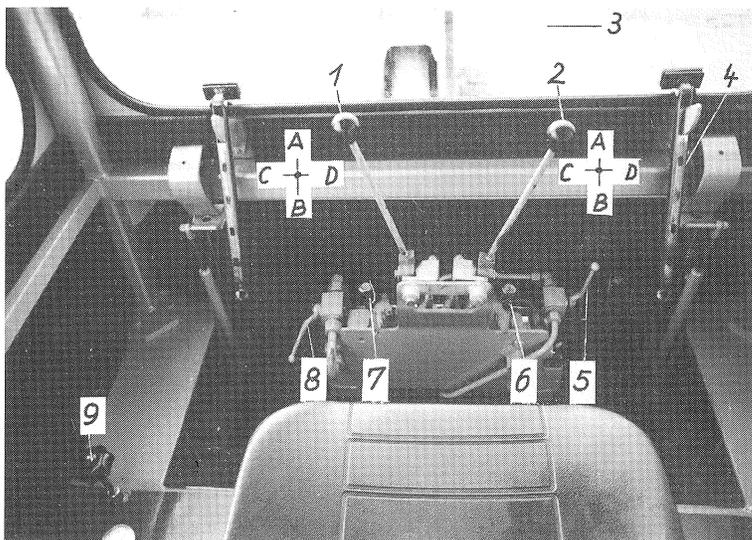

Bild 18
- der Kugelblockhahn (Bild 18/8) geöffnet werden (ist der Kugelblockhahn über dem rechten Kotflügel montiert, wird dieser für den Betrieb geschlossen.) Bei längeren Unterbrechungen des Heckbaggereinsatzes z. B. Straßenfahrt, den Kugelblockhahn schließen bzw. öffnen wenn sich der Kugelblockhahn über dem Kotflügel befindet.
Handhebel (Bild 18/1) in Richtung A - Ausleger senken
Handhebel (Bild 18/1) in Richtung B - Ausleger heben
Handhebel (Bild 18/1) in Richtung C - Tieflöffel entleeren
Handhebel (Bild 18/1) in Richtung D - Tieflöffel füllen
Handhebel (Bild 18/2) in Richtung A - Stiel ausfahren
Handhebel (Bild 18/2) in Richtung B - Stiel einfahren
Handhebel (Bild 18/2) in Richtung C - links schwenken
Handhebel (Bild 18/2) in Richtung D - rechts schwenken
Handhebel (Bild 18/6) - rechte Heckbaggerstütze ein- bzw. ausfahren
Handhebel (Bild 18/7) - linke Heckbaggerstütze ein- bzw. ausfahren
Kugelblockhahn (Bild 18/5) für Klemmeinrichtung (seitliche Verschiebbarkeit)
- Tieflöffel bis zum Anschlag auskippen (Handhebel [Bild 18/1] in Richtung "C")
- Handhebel (Bild 18/1) in Endstellung "C" festhalten und Kugelblockhahn schließen
- Tieflöffel bis zum Anschlag anziehen (Handhebel [Bild 18/1] in Richtung "D")
- Handhebel (Bild 18/1) in Endstellung "D" festhalten und Kugelblockhahn schließen